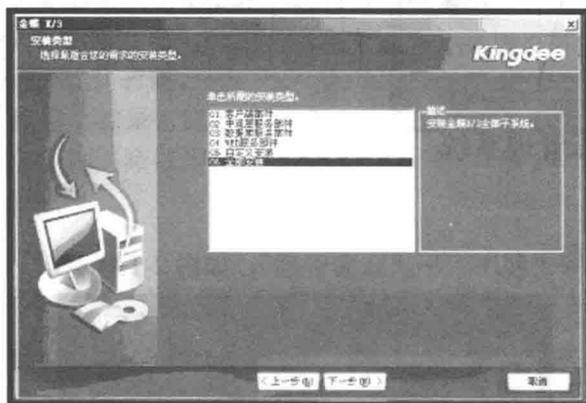

图 1-15 安装类型
(2) 选择“全部安装”。如果需要安装一个以上的部分部件，则选择“自定义安装”，这样可以选择多个部件组合安装。可以根据业务需要选择不同业务领域的组件进行安装，不安装不使用的业务系统，这样可以缩短安装时间，如图 1-15 所示。